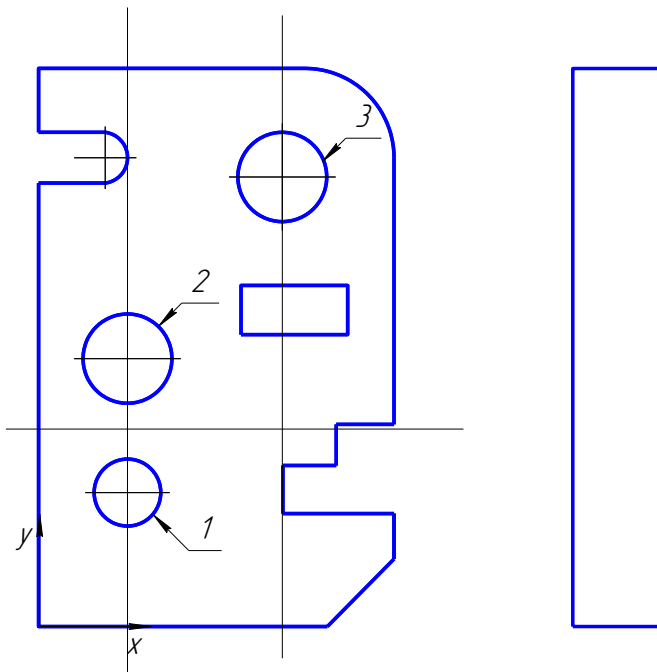

Рис. 7
3. Вспомогательными линиями наметим расположение разреза на главном виде (рис. 7).